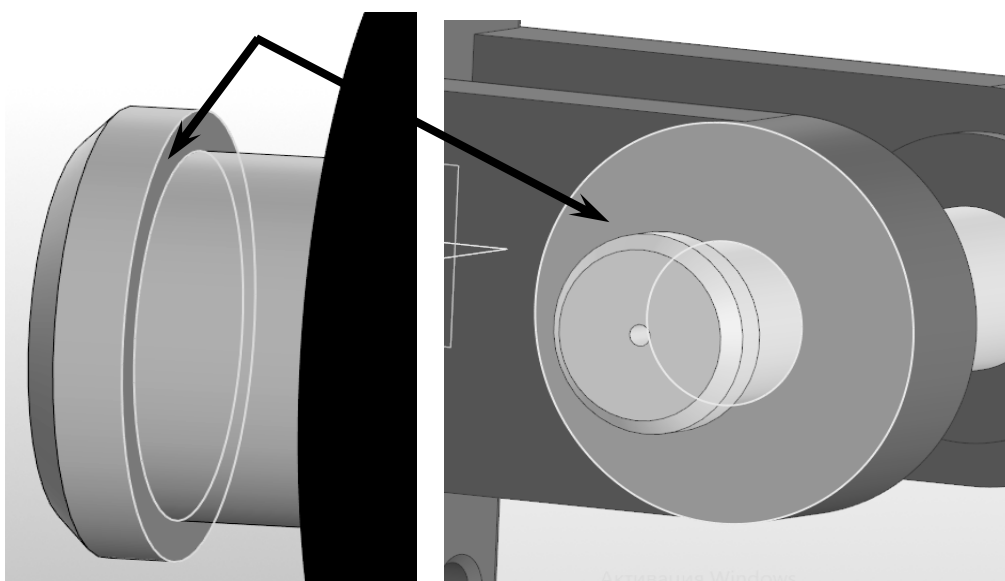

Рис. 5.5. Применение сопряжения «Совпадение»
- Наложите на компоненты сборки сопряжение «Совпадение»: выберите команду «Совпадение» на панели **Размещение компонентов** – затем укажите ЛКМ на плоскую кольцевую грань детали «Ось» и грань на проушине детали «Вилка», куда должна упереться ось, как показано на рис. 5.5. Нажмите кнопку для завершения операции.